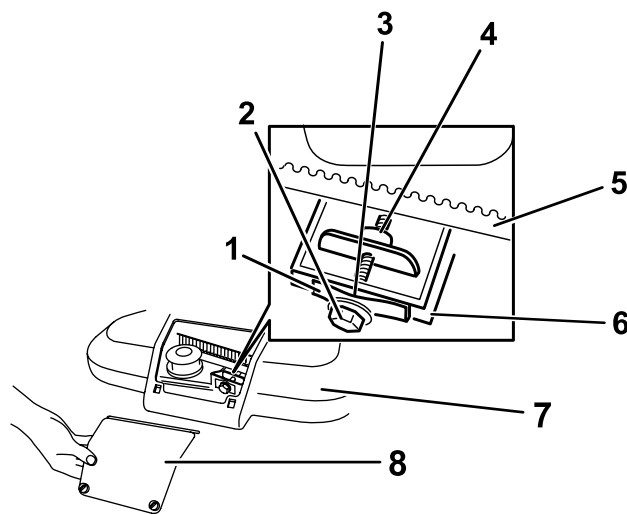

Figura 36
1. Desaperte os dois parafusos no painel de acesso da cobertura da correia e retire o painel (Figura 36).
**Nota:** Se existir uma folga visível entre o apalpa-folgas e a mola, aperte o parafuso de ajuste e a porca até que o apalpa-folgas mal se desloque livremente dentro e fora da folga (Figura 36).